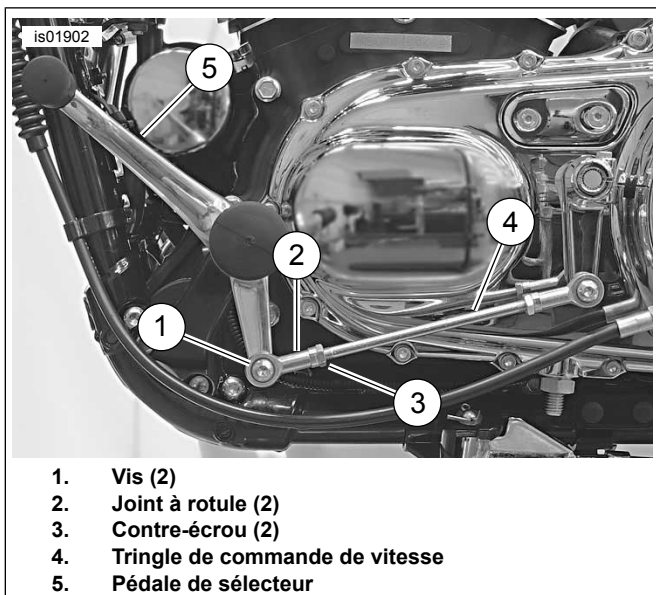

Figure 4. Ajustement de la pédale de sélecteur
1. Voir la Figure 4. Retirer la vis (1) qui fixe le joint à rotule (2) à la pédale de sélecteur (5).
2. Faire pivoter le joint à rotule ou la tringle de commande de vitesse (4) pour ajuster la longueur de la tringle.
3. Installer la vis lorsque la pédale présente un angle de 45 degrés (1). Serrer.